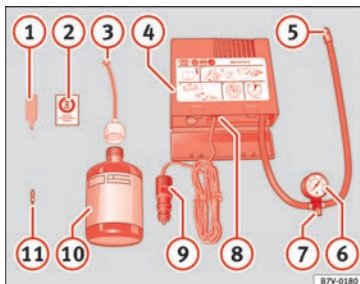

Bild 68 Standardtyp: Innehåll i däckreparationssatsen.
- Skruva ur däckets ventilhått och insats. Använd verktyget » **bild 68 ①** för att ta bort insatsen. Placera den på en ren yta.
en kraftigt » **bild 68 ⑩**.
- Skruva på påfyllningsslangen » **bild 68 ③**
- Ta bort förslutningen från påfyllningsslangen » **bild 68 ③** och skruva fast slangens på däckventilens gänga.
- Sätt tillbaka pluggen på däckventilen med hjälp av verktyget » **bild 68 ①**.
- Skruva fast påfyllningsslangen till kompressorpumpen » **bild 68 ⑤** i ventilen.
- Kontrollera att luftningsskruven är stängd » **bild 68 ⑦**.
- Sätt i kontakten » **bild 68 ⑨** i bilens 12-volts eluttag » **bild 146**.
- Slå på luftkompressorn med ON/OFF-brytaren » **bild 68 ⑧**.